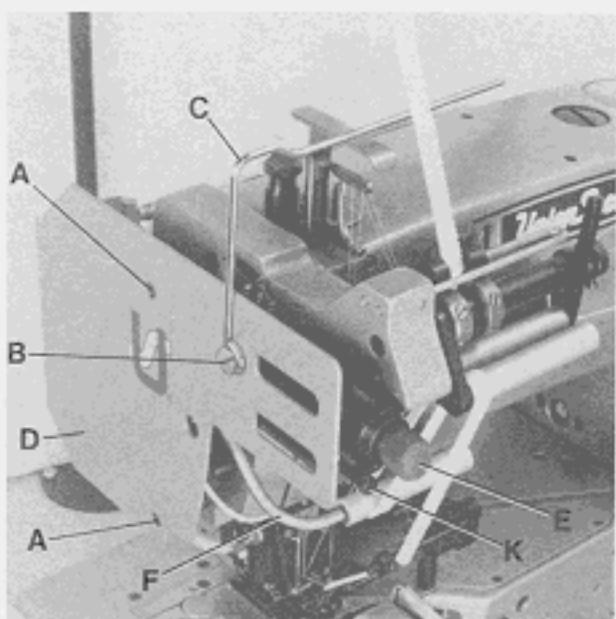
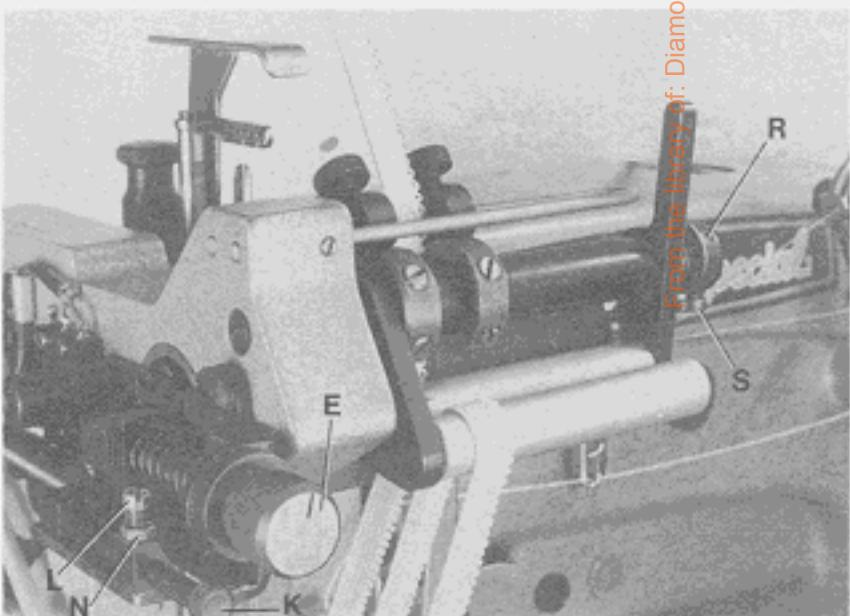
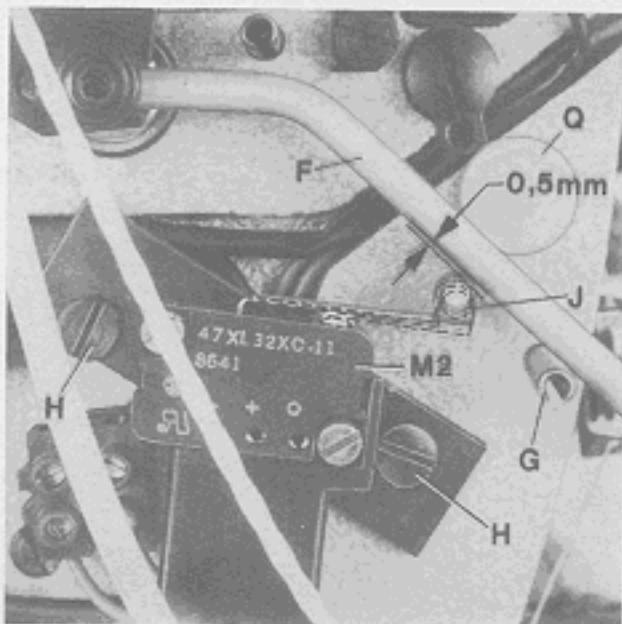

Fig.55
Fig.56
Fig. 57
The tension of lace or elastic is adjusted with thumb screw (E, Figs. 55 and 56). Turning thumb screw (E) clockwise increases the tension and causes ruffling. Turning thumb screw (E) counterclockwise decreases the tension for even flat attaching of lace or elastic.
The second lace or elastic tension on the two stage metering device is selected while sewing with a knee valve actuated air cylinder. The tension is adjusted with thumb screw (K, Figs. 55 and 56), by changing the travel length of the piston of the cylinder. Loosen lock nut (N, Fig. 56) and screw (L). Turning thumb screw (K, Figs. 55 and 56) counterclockwise increases the tension, turning clockwise decreases the tension. Retighten the screw and lock nut.
Die Spannung von Spitze oder Gummiband wird mit der Rändelschraube (E, Fig. 55 und 56) eingestellt. Drehen der Rändelschraube (E) im Uhrzeigersinn erhöht die Spannung und bewirkt Rüschen. Drehen der Rändelschraube (E) im Gegenuhzeigersinn verringert die Spannung zum glatten, flachen Annähen von Spitze oder Gummiband.
Die zweite Spitzen- oder Gummibandspannung wird bei der zweistufigen Zumeßeinrichtung während des Nähens mit einem durch Knieventil betätigten Luftzyylinder angewählt. Die Spannung wird, durch Verändern des Kolbenweges des Zylinders mit der Rändelschraube (K, Fig. 55 und 56) eingestellt. Lösen Sie die Kontermutter (N, Fig. 56) und die Schraube (L). Drehen der Rändelschraube (K, Fig. 55 und 56) im Gegenuhzeigersinn erhöht die Spannung, drehen im Uhrzeigersinn verringert die Spannung. Ziehen Sie die Schraube und die Kontermutter wieder an.
The pressure of tension roller against the puller roller of the metering device can be changed. For setting loosen the two screws (S, Fig. 56) in collar (R). Turning collar clockwise reduces the pressure, turning it counterclockwise increases the pressure. Retighten screws (S).
For setting the micro switches turn out screws (A and B, Fig. 55) and remove lead-in wire (C) and head cover (D).
For setting the micro switch (M2, Fig. 57), actuating lever (F) must rest on roll pin (G).
Loosen the two screws (H, Fig. 57) and position the micro switch (M2) so the roller lever (J) of switch has still an end play of approx. 0,5 mm (.020 in.) (see Fig. 57) below actuating lever (F) resting on roll pin (G), in order not to damage the switch. Retighten screws (H).
The micro switch (M2, Fig. 57) is set correctly when the motor of the metering device switches on after actuating lever (F) raises from roll pin (G).
Der Druck der Spannrolle gegen die Walze der Zumeßeinrichtung kann verändert werden. Zur Einstellung lösen Sie die beiden Schrauben (S, Fig. 56) im Stellring (R). Drehen des Stellringes im Uhrzeigersinn verringert den Druck, drehen im Gegenurzeigersinn verstärkt ihn. Ziehen Sie die Schrauben (S) wieder an.
Zur Einstellung der Mikroschalter drehen Sie die Schrauben (A und B, Fig. 55) heraus und entfernen den Führungsbügel (C) und den Kopfdeckel (D).
Zur Einstellung des Mikroschalters (M2, Fig. 57) muß der Schaltbügel (F) auf der Spannhülse (G) aufliegen.
Lösen Sie die beiden Schrauben (H, Fig. 57) und positionieren Sie den Mikroschalter (M2) so, daß der Rollenhebel (J) des Schalters noch etwa 0,5 mm Spiel (siehe Fig. 57) nach unten hat, wenn der Schaltbügel (F) auf der Spannhülse (G) aufliegt, damit der Schalter nicht beschädigt wird. Ziehen Sie die Schrauben (H) wieder an.
Der Mikroschalter (M2, Fig. 57) ist richtig eingestellt, wenn beim Abheben des Schaltbügels (F) von der Spannhülse (G) der Motor des Zumeßgerätes einschaltet.
Micro switch M2, Figs. 57 and 58:
For setting the micro switch (M2, Fig. 57) actuating lever (F) must rest on roll pin (G). In this position of the actuating lever, the roller lever (J) of switch should have an end play of approx. 0,5 mm (.020 in.) downwards (see Fig. 57).
Mikroschalter M2, Fig. 57 und 58:
Zur Einstellung des Mikroschalters (M2, Fig. 57) muß der Schaltbügel (F) auf der Spannhülse (G) aufliegen. In dieser Stellung des Schaltbügels soll der Rollenhebel (J) des Schalters noch etwa 0,5 mm Spiel nach unten haben (siehe Fig. 57).
The actuating lever (F, Fig. 55) effects by switching on and off the motor of the metering device with micro switch (M2, Fig. 57), that the required amount of lace respectively elastic is metered exactly under the preset tension.
Der Schaltbügel (F, Fig. 55) bewirkt durch Ein- und Ausschalten des Motors des Zumeßgeräts mit dem Mikroschalter (M2, Fig. 57), daß die benötigte Spitzent- bzw. Gummibandmenge unter der voreingestellten Spannung genau zugemessen wird.